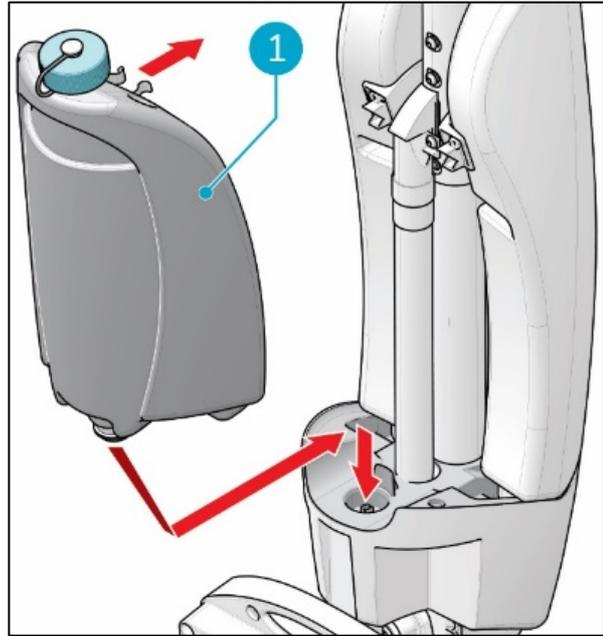

Abbildung 12
1. Platzieren Sie den Tank (Figure 12, Pos. 1) mit dem Ventil nach unten auf dem i-mop® XL pro.